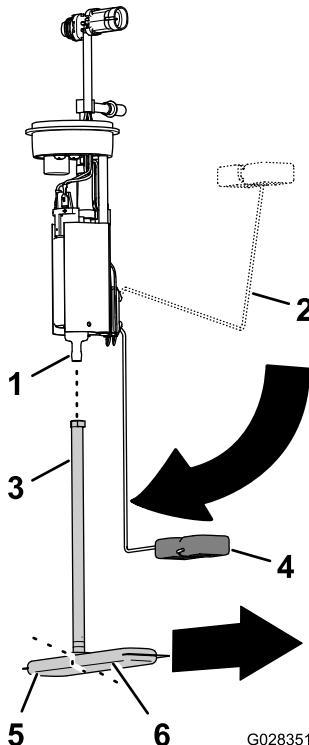

Figure 85
- Détachez du raccord de la pompe à carburant le tube d'aspiration du filtre à carburant (Figure 85).
- Alignez le tube d'aspiration du nouveau filtre à carburant et le raccord de la pompe à carburant (Figure 85).
- Alignez la longue patte du filtre à carburant sur le flotteur quand le bras du flotteur à la position vide (Figure 85).
- Insérez le raccord de la pompe à carburant dans le tube d'aspiration jusqu'à ce que le raccord soit parfaitement engagé (Figure 85).
- Insérez la pompe à carburant/transmetteur dans le goulot du réservoir (Figure 84 et Figure 85).